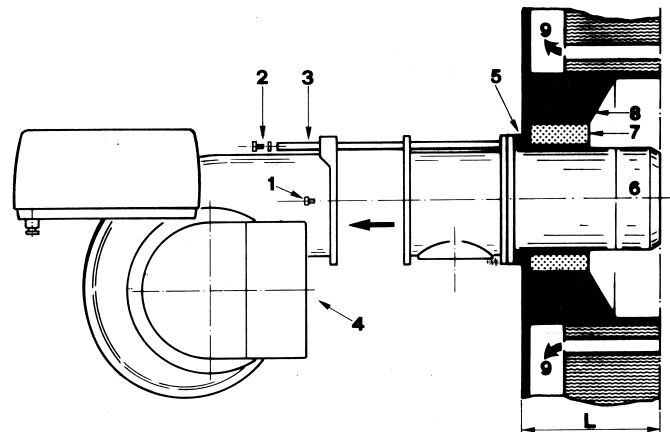

Fig. 9
Pour les chaudières avec circulation des fumées sur l'avant 9)(Fig. 9), ou avec chambre à inversion de flamme, réaliser une protection en matériau réfractaire 7), entre le réfractaire de la chaudière 8) et l'embout 6).
- Séparer ensuite la tête de combustion du reste du brûleur en dévissant les vis 1)(Fig. 9) et 2) et en retirant le ventilateur 4) des glissières 3).
- Fixer la buse 6) à la plaque (Fig. 9) de la chaudière en interposant l'écran isolant 5)(Fig. 9) fourni avec l'équipement.
- Enfin, remonter le ventilateur 4)(Fig. 9) sur les glissières 3), remonter les vis 2) et, avec le brûleur ouvert, régler la tête de combustion.